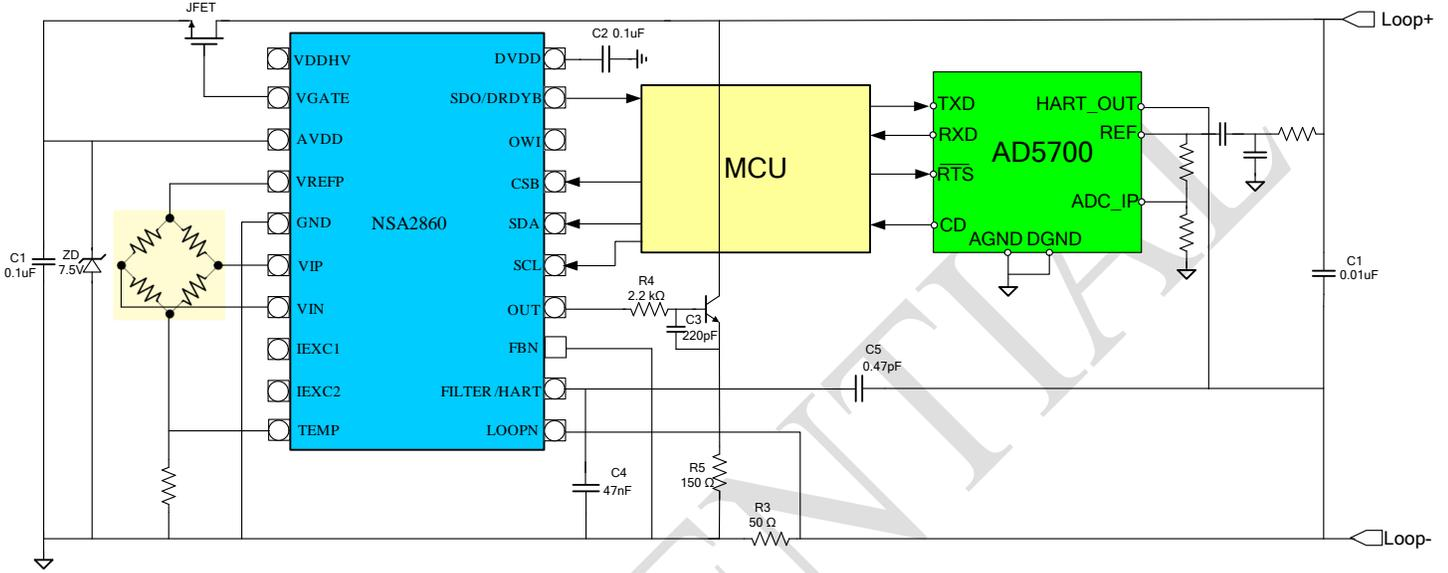

图 7.8 带 HART 现场总线压力变送器
1.4	<ol style="list-style-type: none"><li>1. 根据测试结果修正如OFFSET/GAIN温漂等spec</li><li>2. 修改T0的数据格式</li><li>3. 修改内部温度传感器噪声表格Table 4.2</li><li>4. 更新外部温度传感器噪声表格Table 4.3</li><li>4. 增加HART通信应用案例figure7.8</li></ol>